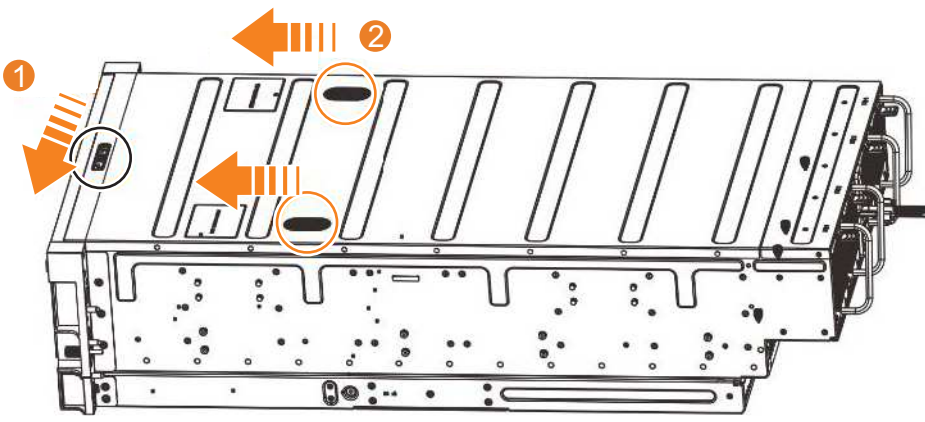

Abbildung 52. 2145-92F-Abdeckung entriegeln
2. Schieben Sie den Entriegelungshebel ( **1** ) in die in Abb. 52 gezeigte Richtung.
3. Schieben Sie die Abdeckung zur Vorderseite des Erweiterungsgehäuses ( **2** , siehe Abb. 52).